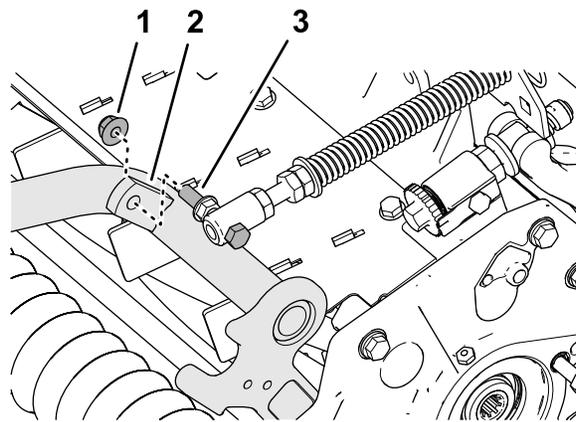

Figura 13
4. Monte o parafuso de fixação da mola de compensação da relva na aba direita da estrutura da carroçaria (Figura 13) com a porca de bloqueio flangeada (3/8 pol.).